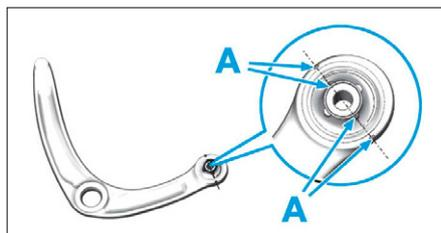

FIG. 25
- Repérer la position angulaire de l'articulation élastique arrière sur le bras inférieur de suspension (A) (Fig.25).